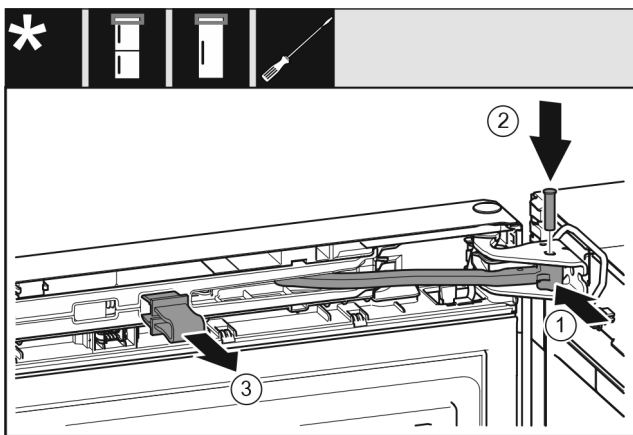

Fig. 31
- ▶ Tourner la jointure Fig. 31 (1) dans le support de palier.
- ▶ Insérer l'axe Fig. 31 (2) dans le support de palier et la jointure. Veiller à ce que l'ergot soit bien en place dans la rainure.
- ▶ Retirer la fixation Fig. 31 (3).